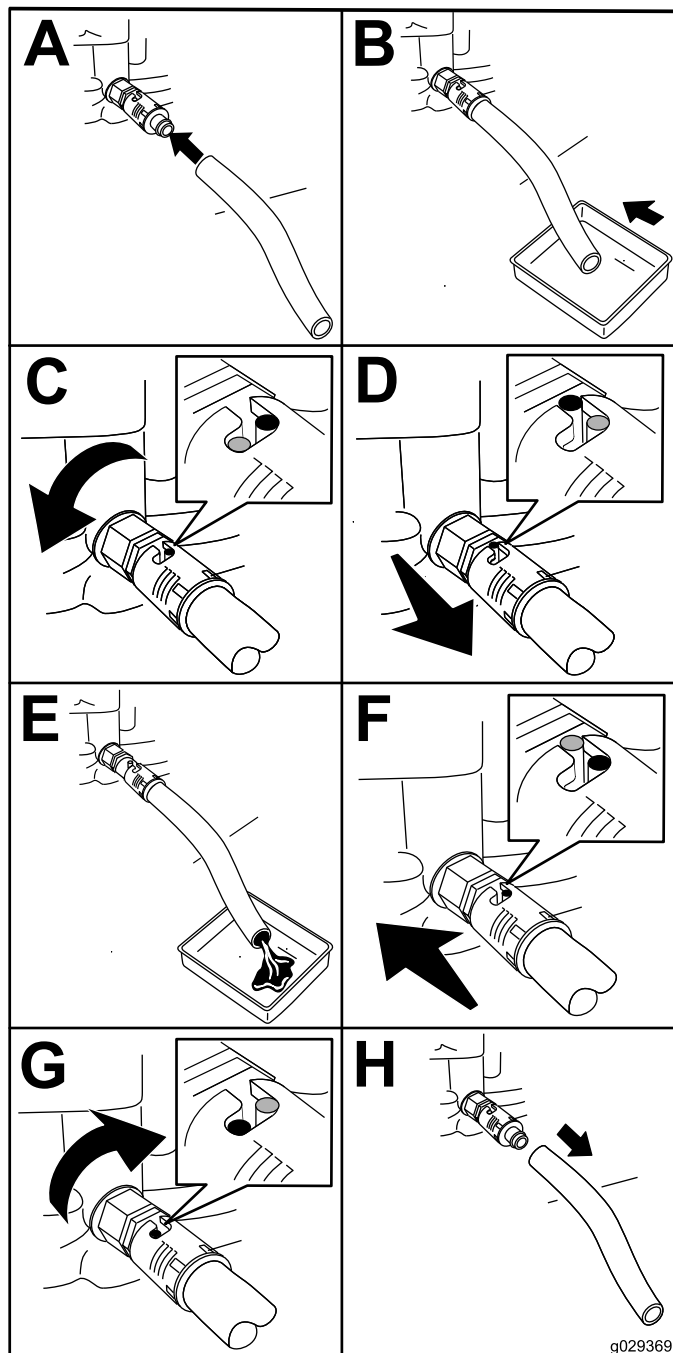

Рисунок 30
1. Установите сливной шланг на сливной клапан (Рисунок 30).
2. Поместите другой конец шланга (Рисунок 30) в сливной поддон емкостью 1 литр.
3. Поверните маслосливной кран на  $\frac{1}{4}$  оборота против часовой стрелки и дождитесь полного слива масла из двигателя (Рисунок 30).
4. Поверните маслосливной кран на  $\frac{1}{4}$  оборота по часовой стрелке, чтобы закрыть кран (Рисунок 30).
5. Снимите сливной шланг (Рисунок 30) и удалите все пролитое масло.